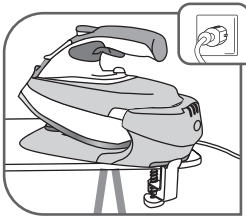

Fig.6
- Schließen Sie die Station an eine Steckdose mit 220-240 V an – fig.6.